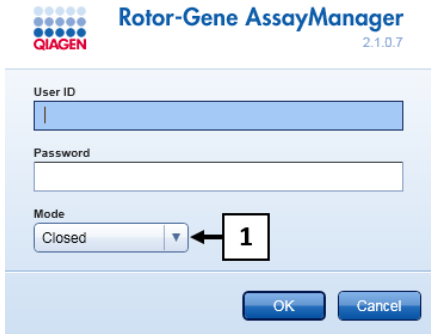

Figura 3. Ventana de inicio de sesión de Rotor-Gene AssayManager. 1: Closed Mode (Modo cerrado).
2. Inicie sesión como usuario con derechos de administrador en Closed mode (Modo cerrado) (Figura 3).
2. Abra el software Rotor-Gene AssayManager v2.1 e inicie sesión como usuario con función de operador en modo cerrado (Figura 3, casilla 1).